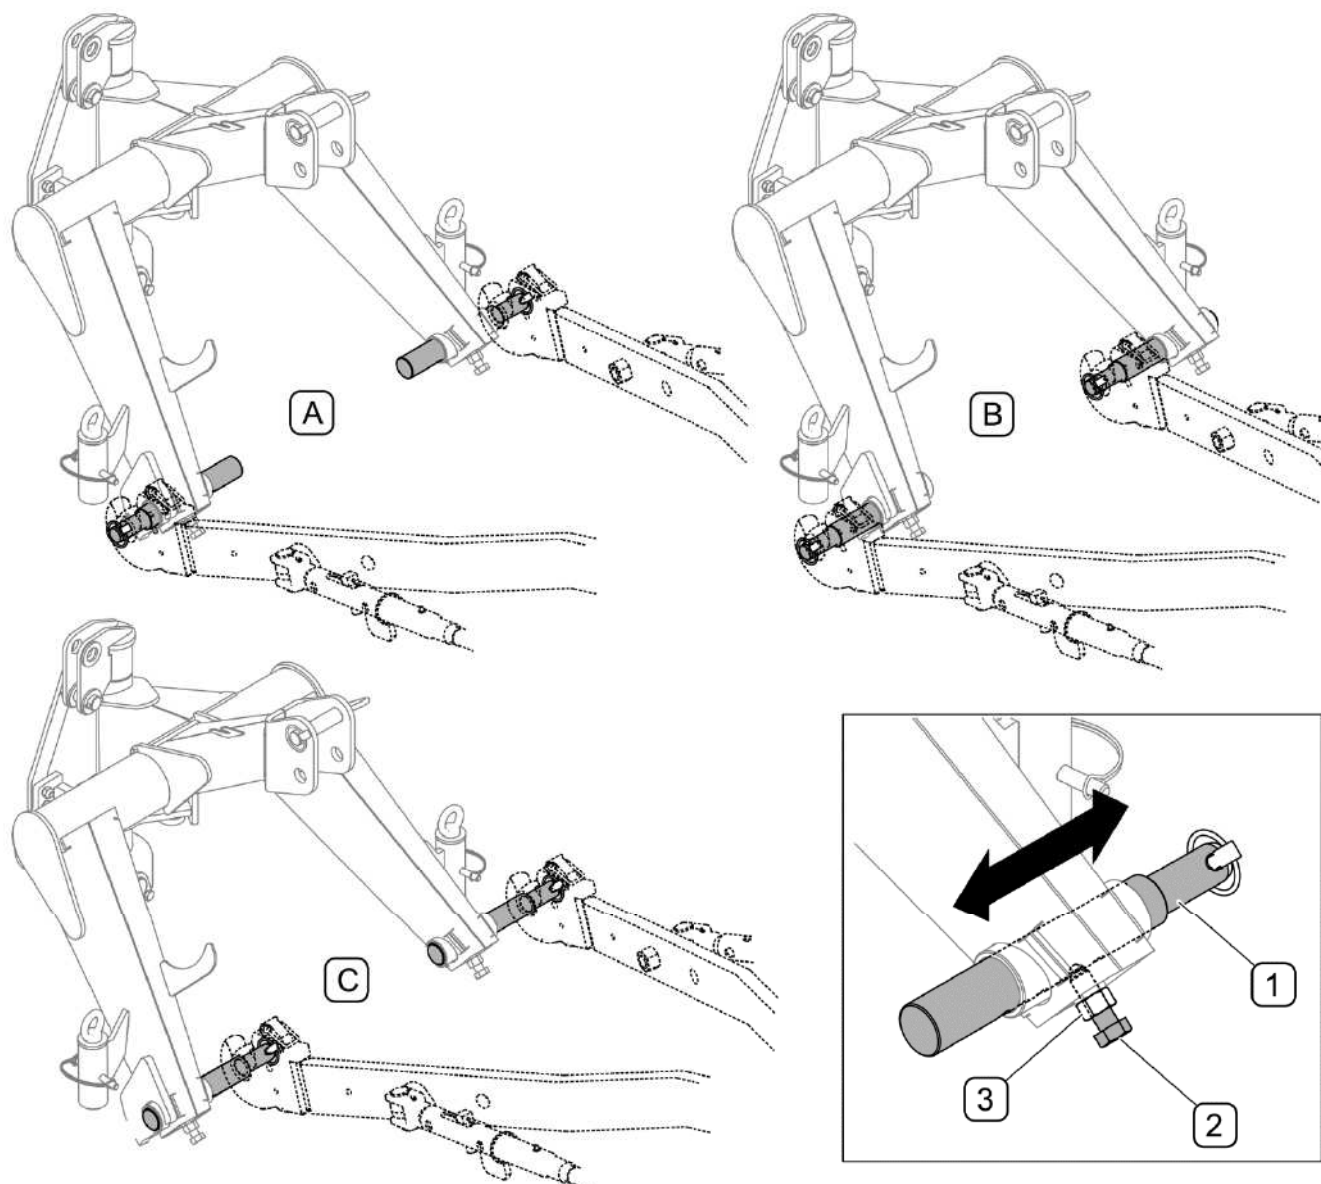

РИСУНОК 4.2 Регулировка нижних сцепных шкворней навесной системы косилки
При помощи нижних шкворней (1) навесной системы косилки можно регулировать расстояние между тягами (РИСУНОК 4.2). Чтобы изменить расстояние между сцепными шкворнями навесной системы, необходимо:
- слегка отвинтить контргайку (1),
- отвинтить установочный болт (2),
- передвинуть шкворень (1) вправо или влево, пока не будет достигнуто нужное расстояние,
- заблокировать положение шкворня при помощи установочного болта (2) и контргайки (3).